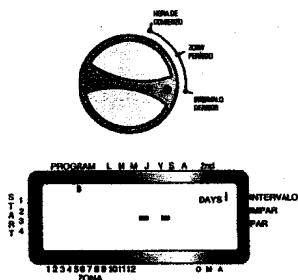

Ilustración 8: Pantalla LCD con intervalo de riego
- ◆ Haga girar el dial a **Intervalo de riego**. El cursor parpadeará a la izquierda de la palabra **Interval** [Vea la ilustración 8].